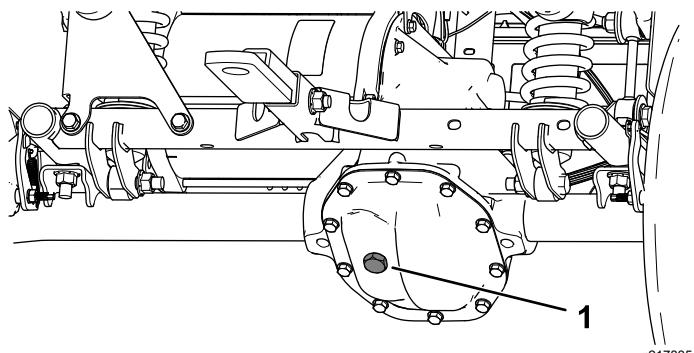

Figura 54
1. Togliete il tappo di riempimento sul transaxle (Figura 54).
2. Se il livello del fluido è basso, togliete il tappo di riempimento e aggiungete il fluido specificato finché non fuoriesce (Figura 54).
4. Togliete il tappo di riempimento sul transaxle e riempite il transaxle con il fluido indicato sinché non fuoriesce dal foro di riempimento (Figura 54).